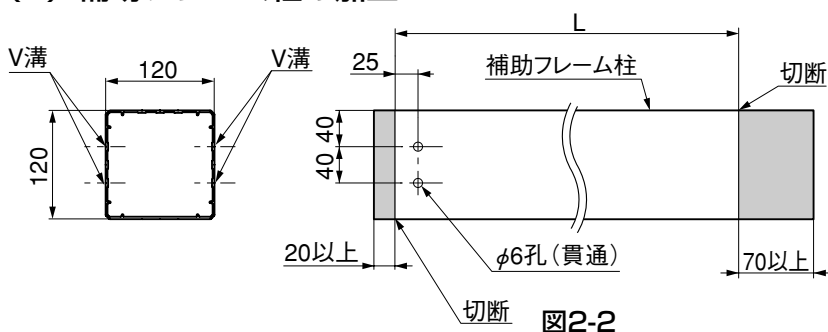

図2-2
① 図2-2および「1. 基本寸法と各部名称 1-1 基本寸法」を参照して、補助フレーム柱を切断・加工してください。
- 汎用部品のため両端部は、使用できません。指定寸法を切断してください。(図2-2参照)